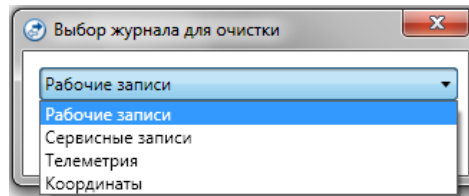

Рис. 52 Окно выбора типа записи
- ✓ Во вкладке *Журнал событий* выберите *Очистить*. В открывшемся окне выберите тип записи (рабочие, сервисные, телеметрия, координаты) и нажмите *OK* (рис. 52).
В открывшемся окне *Выполнить команду* отметьте флагами необходимые команды и нажмите кнопку *ОК* (рис. 52).